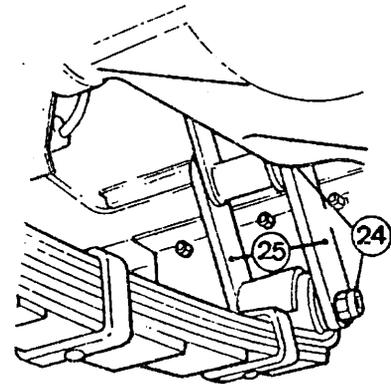

Fig. 05.1-8
Apriete los bulones de las gemelas (25) y las contratuercas (24) (Fig. 05.1-8) al par especificado. Por la parte delantera, apriete las tuercas (23) (Fig. 05.1-9) al mismo par.